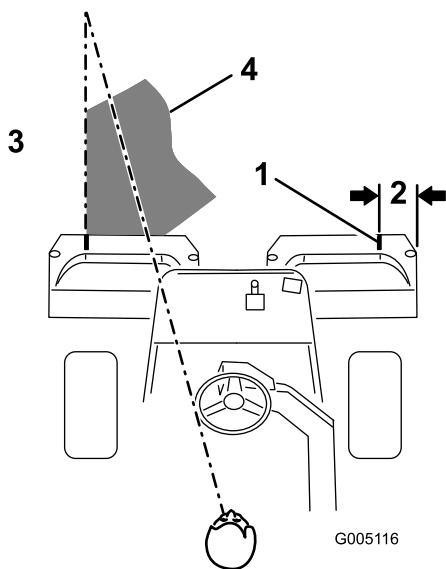

Figura 24
**Nota:** Per assistenza nel mantenimento di una linea retta sul green e nel mantenimento della macchina a una distanza pari dal bordo del taglio precedente, stabilite una linea di visione immaginaria di circa 1,8-3 m davanti alla macchina fino al bordo della porzione di green non tosata (Figura 24). Alcuni operatori trovano utile includere il bordo esterno del volante come parte della linea di visione, ovvero mantenete il bordo del volante allineato con un punto che viene mantenuto sempre alla stessa distanza dalla parte anteriore della macchina.